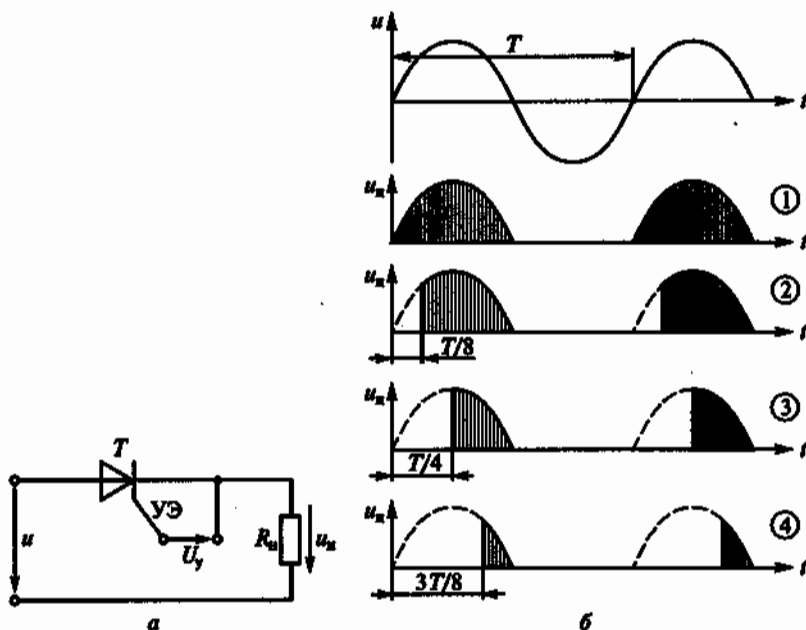

Рис. 119
3.84.Р. На рис. 119, а изображена схема управляемого однополупериодного выпрямителя с тиристором T , который до подачи управляющего напряжения U_y на управляющий электрод (УЭ) заперт и ток не пропускает. После подачи U_y на УЭ тиристор отпирается, его сопротивление резко снижается, и он пропускает ток. В обратном направлении тиристор ток не пропускает. Зависимости напряжения на нагрузке u_n при синусоидальном напряжении
сети и от момента подачи U , на УЭ показаны на четырех графиках рис. 119, б, из которых видно, что, изменяя момент подачи U на УЭ, можно изменять среднее значение выпрямленного напряжения.